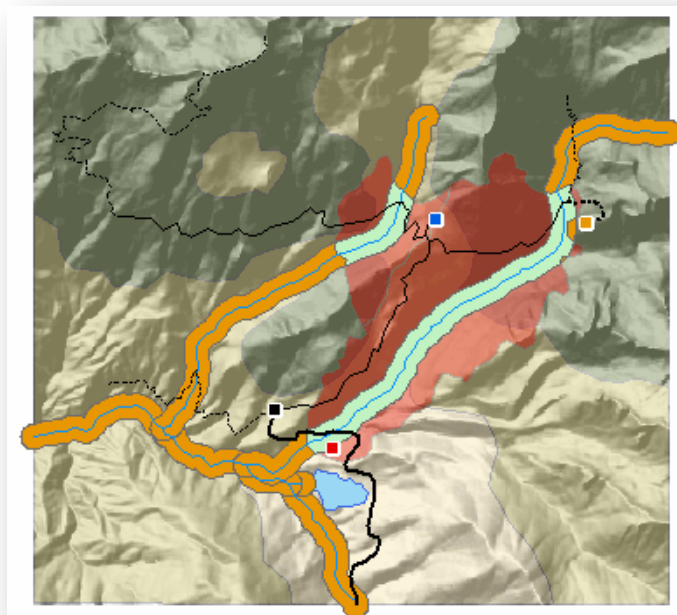

Fig. 16. Efekt pracy modelu
- 10.3. W tabeli zawartości, przeciągnij warstwę *Output1_Clip* powyżej *Output1* (Fig. 16).